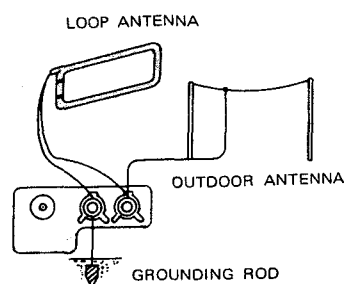

Fig. 5
• AM ANTENNA CONNECTION (Fig. 5)